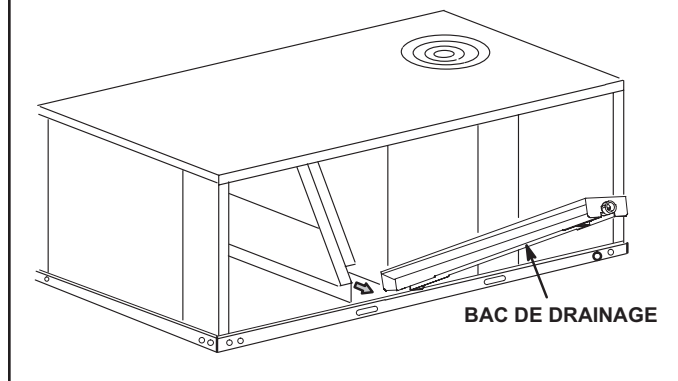

FIGURE 11
- 2 - Soulevez le bord avant du bac de drainage et faites glisser le bac hors de l'appareil. Reportez-vous à la FIGURE 11.